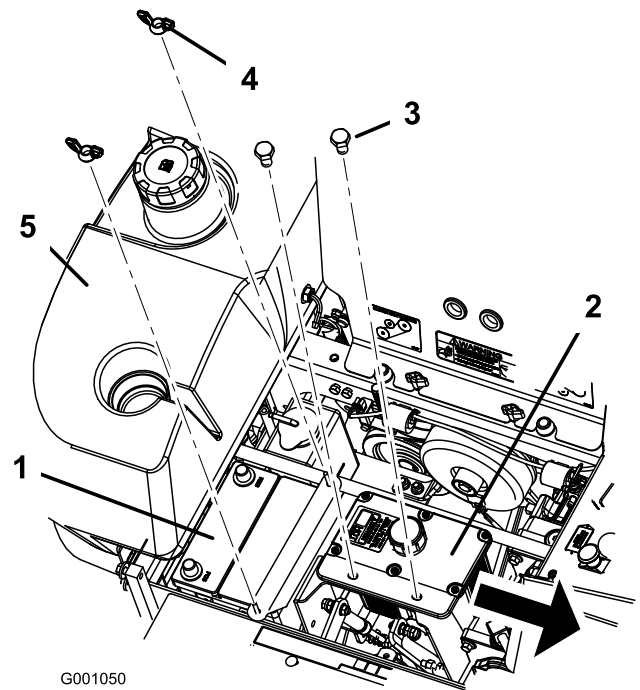

Figura 57
1. Coloque la batería en la bandeja, con los bornes frente al depósito de aceite hidráulico (Figura 57).
6. Fije la batería con pernos en J, brida, 2 arandelas (1/4 pulgada) y 2 tuercas de orejeta (1/4 pulgada) (Figura 57).
6. Retire ambas tuercas de orejeta (1/4 pulg.) que fijan la abrazadera de la batería (Figura 57).
7. Retire los pernos que sujetan el depósito de aceite hidráulico (Figura 57).